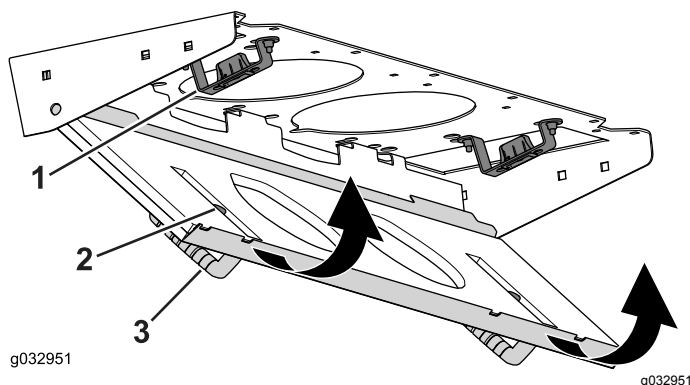

Figura 135
4. Rode o painel de filtro em volta das patilhas até que a lingueta entre no conjunto de montagem do trinco (**Figura 135**).